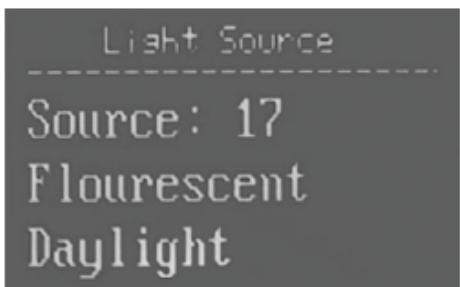

Рис.9
**Light Source** – окно вида (Рис.9). **Source** – номер заранее запрограммированного режима освещения, по цветовой температуре соответствующего описанию в нижней части экрана. Выбор **Source** – вращением валкодера **INTENSITY**.